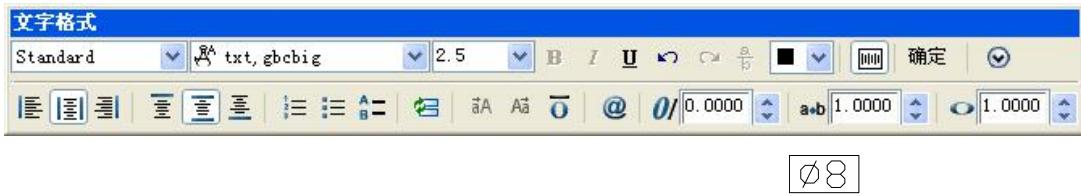

图 7-37 输入标注文字
7、按 Enter 键后，弹出【文字格式】对话框，在输入框中右鼠标，在弹出的快捷菜单中选择【符号】/【直径】命令，输入框出现直径符号，在该符号后输入 8，如图 7-37 所示。单击【确定】按钮，命令行继续提示：